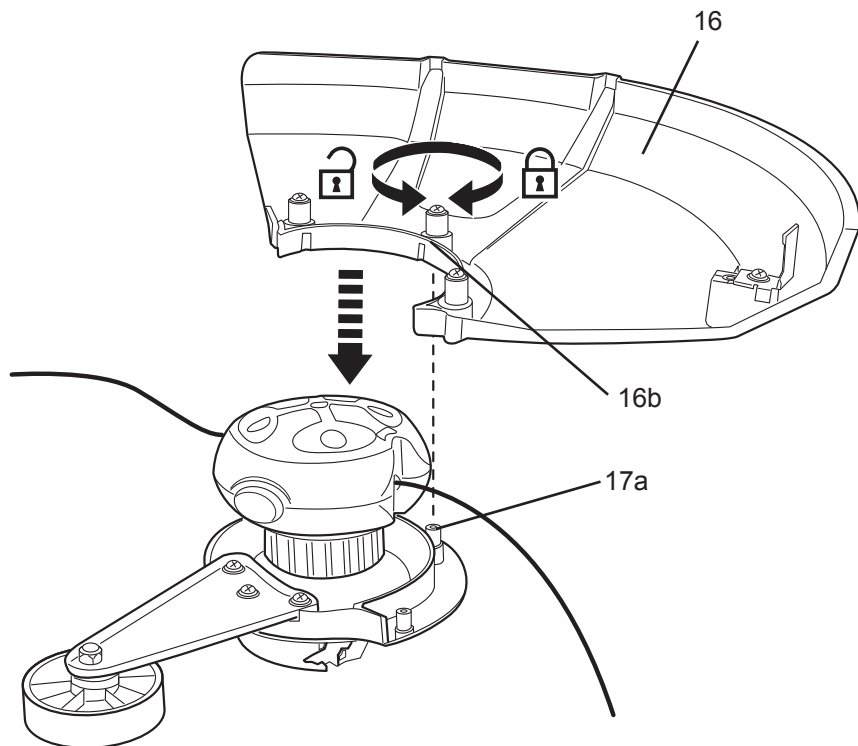

Fig. 5
1. Alinee los tornillos (16b) de la guarda de protección con las roscas de montaje (17a) y deslice la guarda de protección para encajarla en su sitio (Fig. 5).